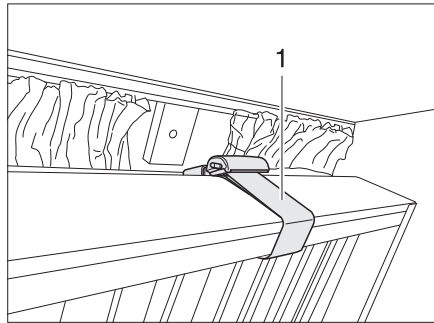

Fig. 62 Litera, plegable
- ▶ Cuando la litera esté plagada hacia arriba, asegurar la litera con el cinturón de retención (Fig. 62,1). ¡Riesgo de lesiones!
Las literas pueden plegarse hacia arriba y asegurarse con el cinturón de retención (Fig. 62,1). Entonces, la zona debajo de la cama puede utilizarse como lugar de almacenamiento.